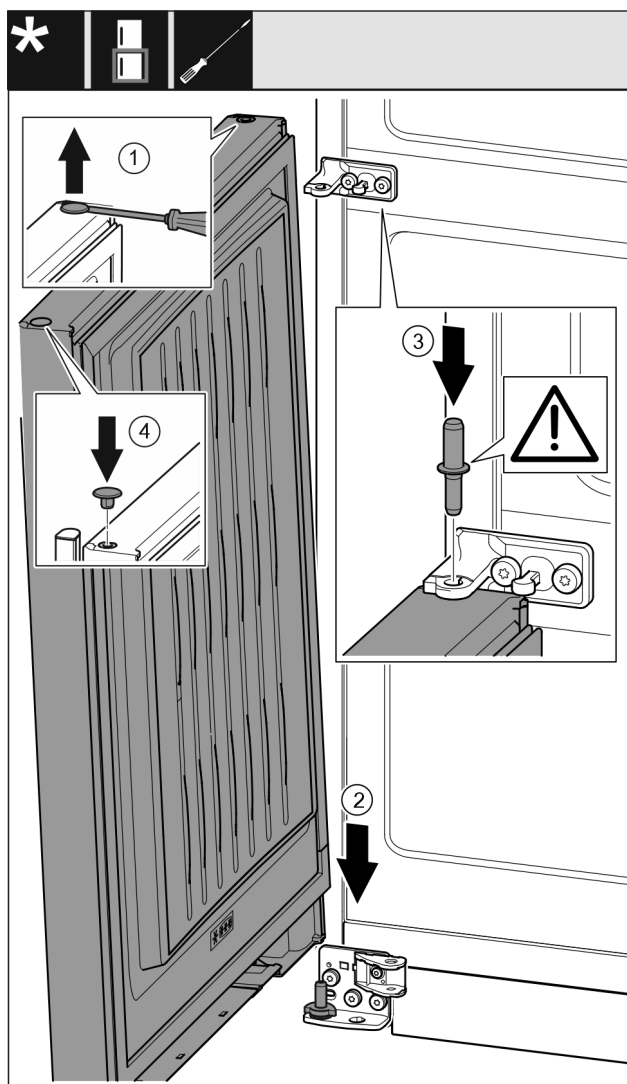

Fig. 41
- ▶ Zátku opatrně nadzvedněte plochým šroubovákem a vytáhněte. Fig. 41 (1)
- ▶ Dveře nasadíte shora na dolní ložiskový čep. Fig. 41 (2)
- ▶ Prostřední ložiskový čep vložte do dolních dveří přes prostřední stojan ložiska. Přitom dávejte pozor, aby zajišťovací vačka směřovala dozadu. Fig. 41 (3)
- ▶ Zátku opět vložte na druhé straně dveří. Fig. 41 (4)